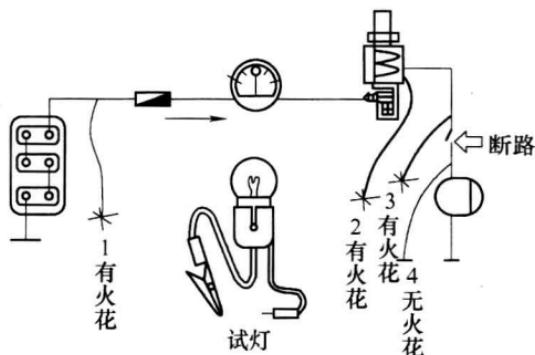

图 1-1 搭铁试火法
2) 搭铁试火法：将一根两头裸露的导线作试火线，导线一端连接用电设备接线柱，另一端与车体金属部位试火，如图 1-1 所示。